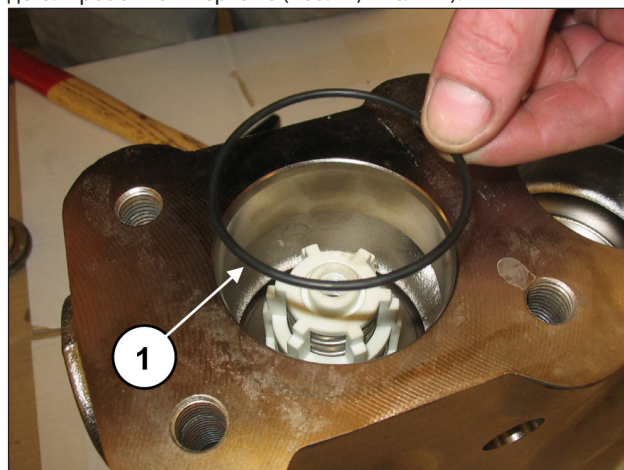

Рис. 127
Вставьте уплотнительное кольцо, поз. №17 на детализовочном чертеже (поз. ①, Рис. 127).